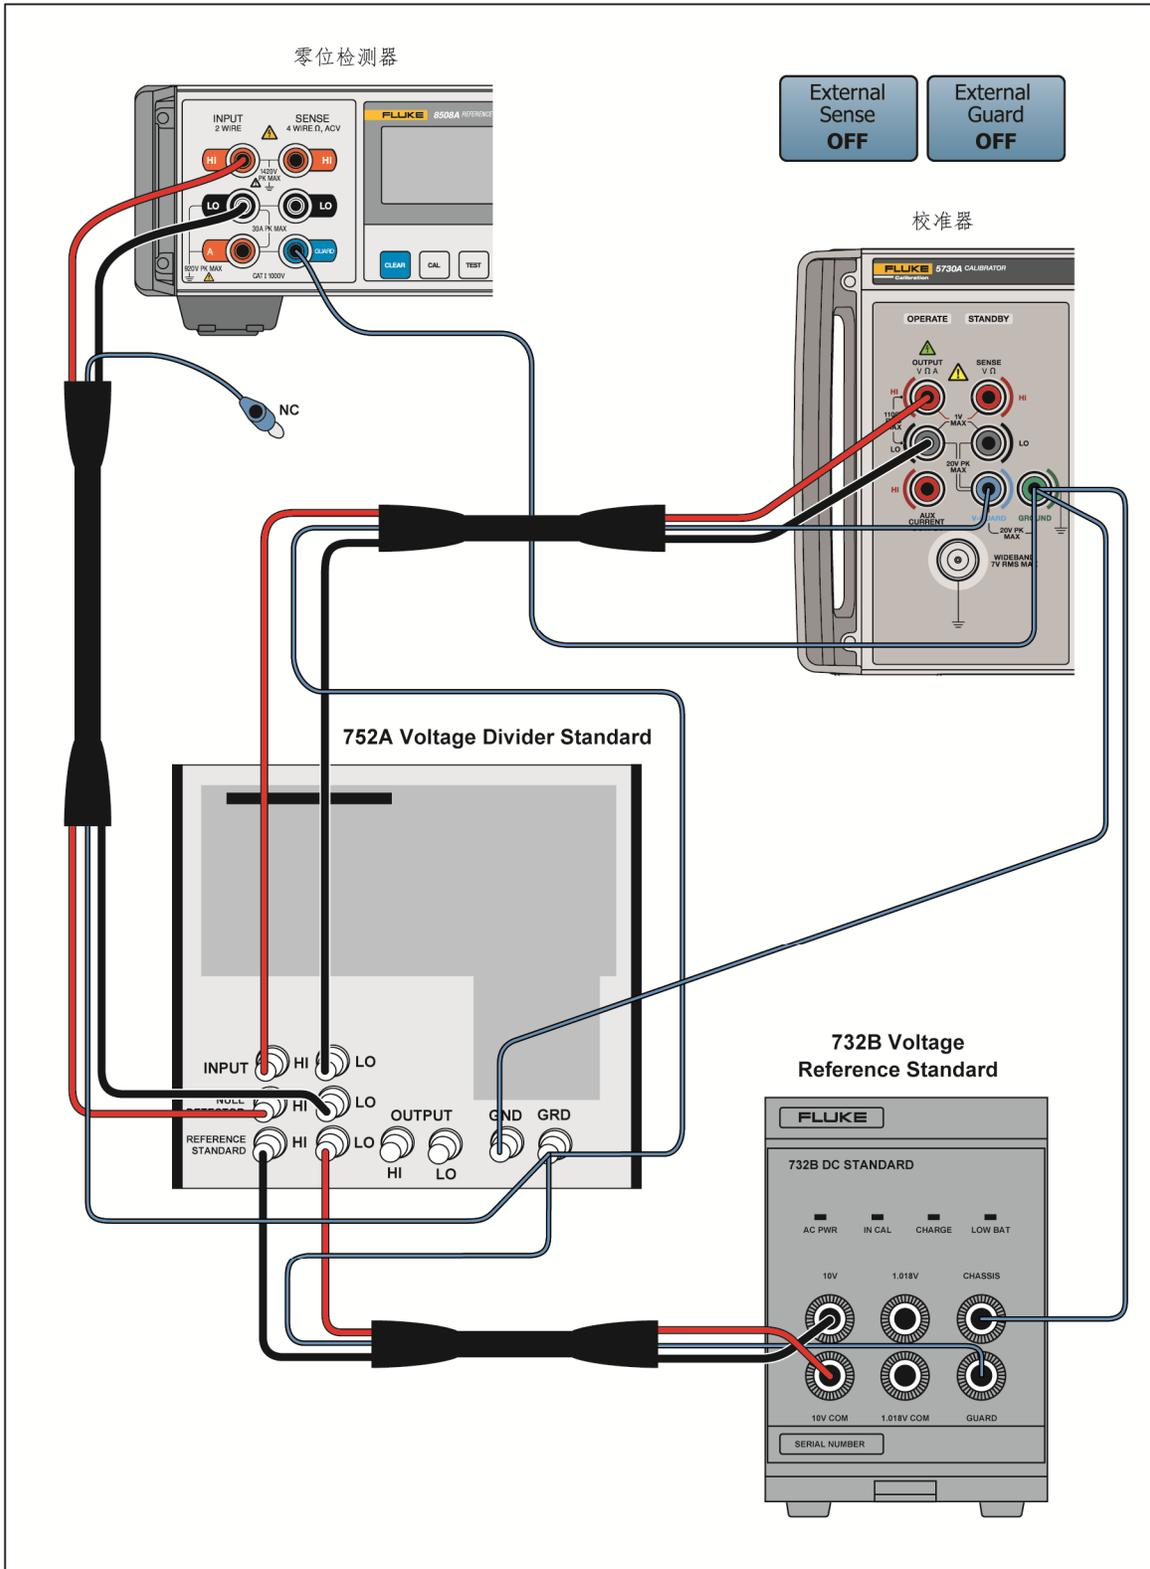

图 7-6. 220 V 直流量程校准连接
4. 如图 7-6 所示，在 10:1 配置中连接 732B、8508A（零位检测器）和 752B。